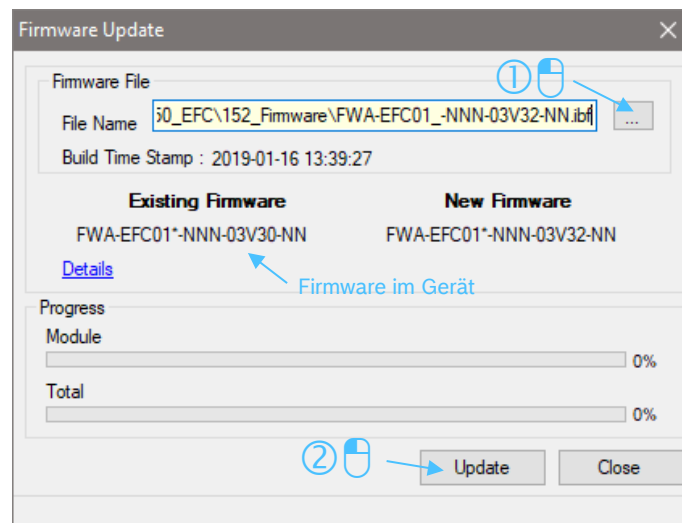

Abb. 13: Fenster Firmware Update
- ▶ Durch Klick auf „...“ können Sie zu einer Firmware-Datei (*.ibf) navigieren und diese auf das Gerät durch Klick auf „Update“ aufspielen (siehe Abb. 13: Fenster Firmware Update). Auf gleiche Weise wäre auch ein Firmware-Downgrade durchzuführen.